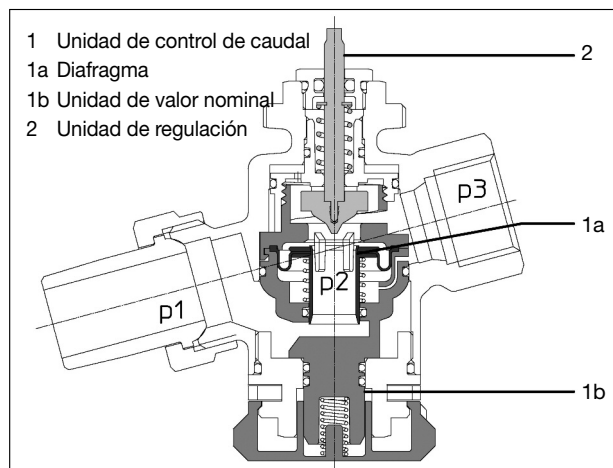
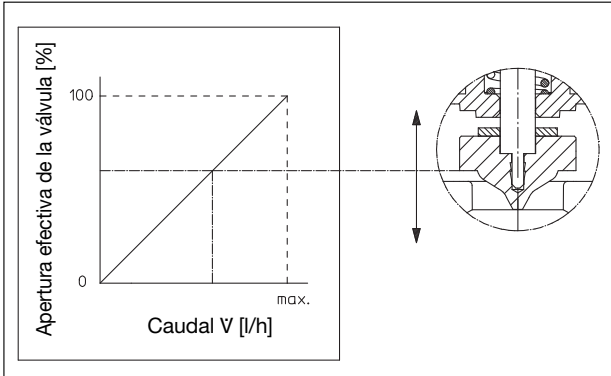
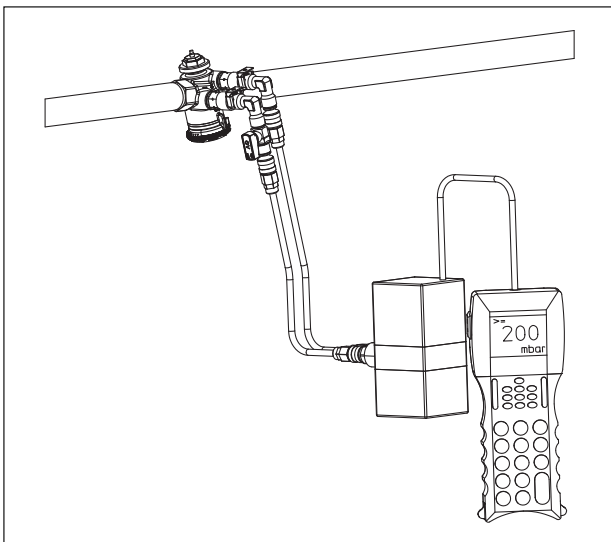

Fig. 5.1 Construcción "Cocon QTZ"
Fig. 5.3 Curva característica de la unidad de regulación de la "Cocon QTZ"
Fig. 5.4 Medición de presión diferencial
Puede conectarse el medidor de caudal "OV-DMC 2" a las tomas de medición de presión (modelo de las "Cocon QTZ" con tomas de medición de presión). Esto confirmará si la válvula está trabajando dentro del rango de control. El ajuste de la bomba puede optimizarse midiendo la presión diferencial (fig. 5.4).
Con un medidor de caudal (ej.: "OV-DMC 2") (fig. 5.4) conectado pos. 1, se mide la presión diferencial en la unidad de control (pos. 3, fig. 5.1/5.2). Para hacerlo, la válvula de regulación debe estar totalmente abierta (tapón protector desenroscado o actuador ajustado a posición abierta). Tan pronto como la presión diferencial medida ha alcanzado o ha excedido la presión diferencial  $\Delta p_M$  que se muestra en la gráfica, la válvula está trabajando dentro del rango de control.
Con la membrana integrada (pos. 1a, fig. 5.1/5.2), la válvula combinada de control y regulación "Cocon QTZ" mantiene la presión diferencial "p2"- "p3" en un nivel constante no sólo en la unidad de regulación activada por un actuador (pos. 2, fig. 5.1/5.2), sino también en la unidad de valor nominal que puede ajustarse a un valor máximo de caudal (pos. 1b, fig. 5.1/5.2).
La unidad de regulación (pos. 2, fig. 5.1/5.2) tiene una curva característica casi lineal (fig. 5.3).